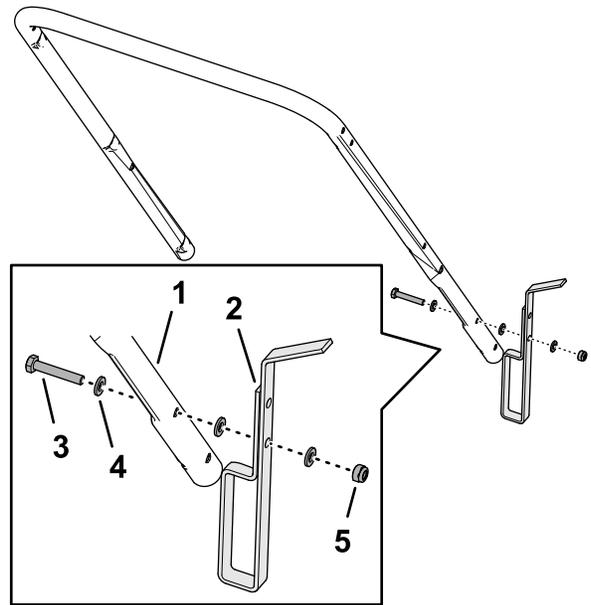

図 4
2. フットストップの穴を、下側ハンドルバーの穴に合わせる 図 4。